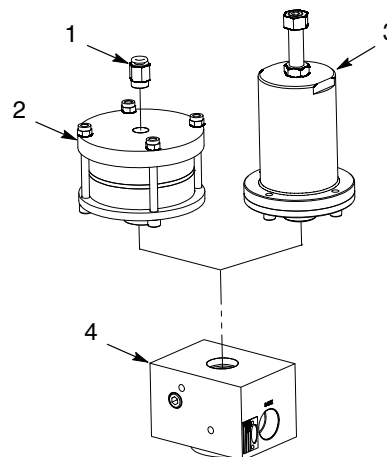

Figura 4 Sostituzione del gruppo cilindro pneumatico
1. Vedi figura 4. Togliere il raccordo (1) dal gruppo cilindro pneumatico (2).
2. Svitare il gruppo cilindro pneumatico (2) dal corpo della pistola (4).
3. Avvitare il nuovo gruppo cilindro pneumatico (2) nel corpo della pistola (4) finché tocca il fondo.
4. Applicare composto per giunzioni di tubi sui filetti del raccordo (1). Installare il raccordo nel gruppo cilindro pneumatico (2) e stringere bene.
1. Vedi figura 4. Svitare il gruppo attuatore a molla (3) dal corpo (4).
2. Avvitare il nuovo gruppo attuatore a molla (3) nel corpo (4) finché tocca il fondo.